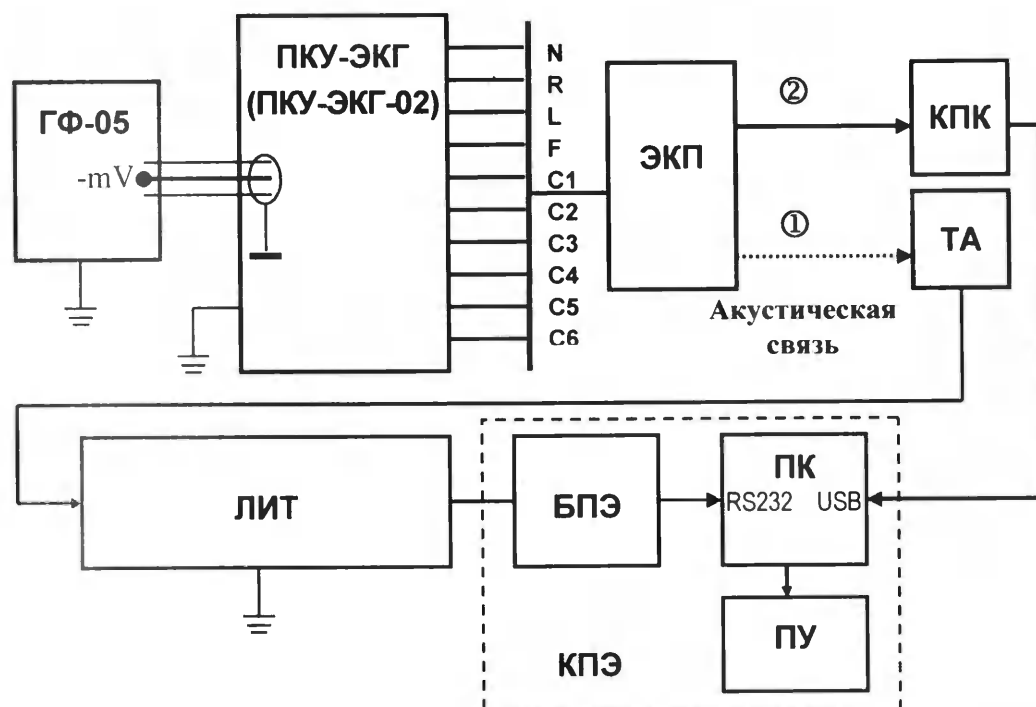

Рисунок 4. Схема соединения приборов при поверке комплекса аппаратуры для передачи электрокардиограмм по телефону «ДИОКС-02-ЭКГ», где:
12.1. Поверка комплекса аппаратуры для передачи ЭКГ по телефону «ДИОКС-02-ЭКГ» осуществляется в соответствии с Р 50.2.009-2001 «Государственная система обеспечения единства измерений. Электрокардиографы, электрокардиоскопы и электрокардиоанализаторы. Методика поверки» с техническими характеристиками, приведенными в ТУ 9441-002-26876706-2005. Для этого необходимо собрать схему, представленную на рис. 4, в которой используются дополнительные средства поверки – телефонный аппарат и линия искусственная телефонная, удовлетворяющие требованиям ГОСТ 7153.
12.2. Нормированный испытательный ЭКГ-сигнал, поступающий с выхода генератора ГФ-05 через ПКУ-ЭКГ или ПКУ-ЭКГ-02 на входы ЭКП, регистрируется по каждому отведению и передается на комплекс приема ЭКГ через линию искусственную телефонную в виде частотно-модулированного сигнала звукового диапазона при помощи акустической связи ЭКП с телефонным аппаратом (для ЭКП-303И и ЭКП-1203 вариант соединения ① на рис. 4). Поверку ЭКП-303И проводят как для одноканальных электрокардиоприборов.
12.3. Для ЭКП-1204 передача зарегистрированных испытательных ЭКГ-сигналов на комплекс приема ЭКГ осуществляется при непосредственном подсоединении КПК к ПК комплекса через USB-порт (вариант соединения ② на рис. 4).